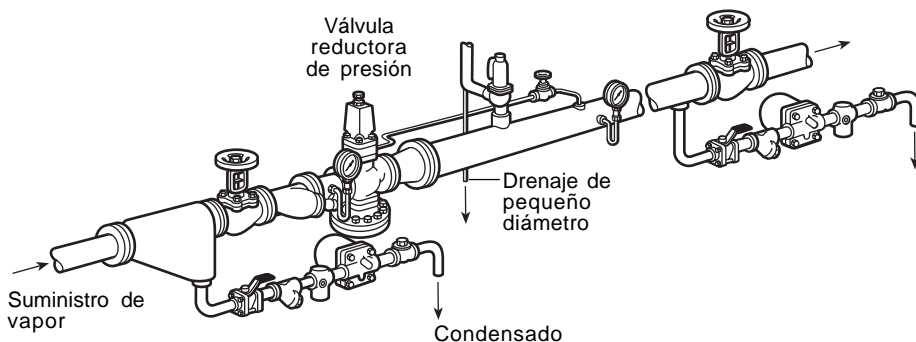

Fig. 1 Típica instalación de una válvula de seguridad, aguas abajo de una estación reductora de presión
- 4.1** Asegurar que las características de la válvula sean compatibles con los requisitos de la instalación (Fig. 1, pág. 5).